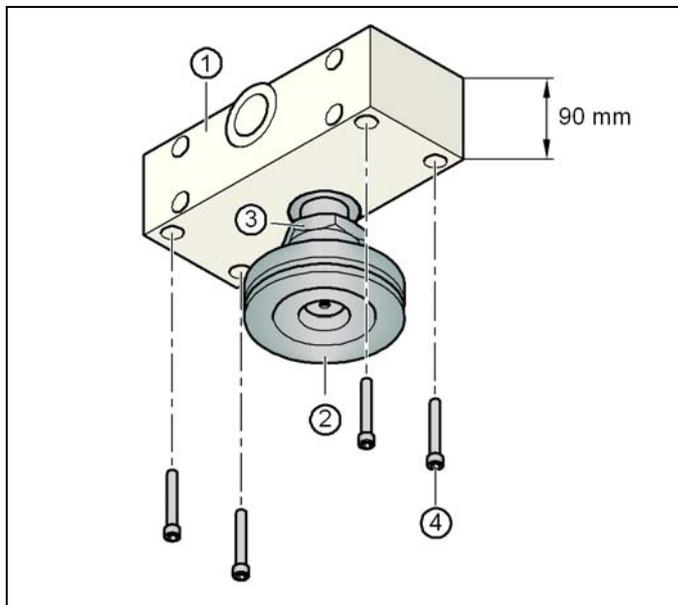

图 4.3 - 5 传送导轨宽度为 900 mm 时，对齐垫块
- 气动装置侧上的垫块开口指向印制电路板传送导轨行程方向（见图 4.3 - 4 中的 4，第 209 页）。
- 电源侧上的垫块开口指向印制电路板传送导轨行程的反方向（见图 4.3 - 4 中的 3，第 209 页，）。